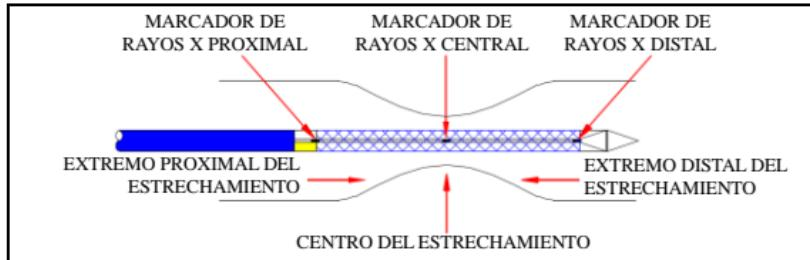

Figura 4
- Cuando el marcador de rayos X central alcance el centro del estrechamiento a tratar, continúe tirando el conector Y hacia atrás hasta que el stent se haya desplegado por completo. (Observe la figura 4, 5)